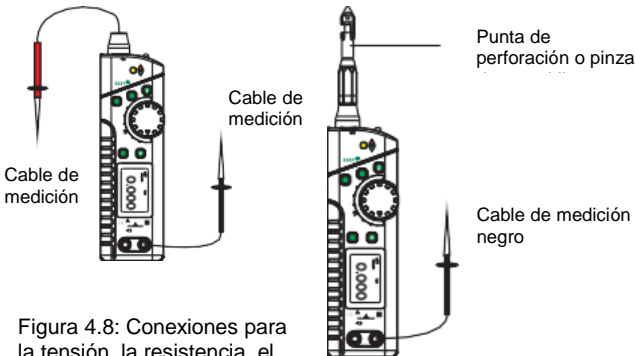

Figura 4.8: Conexiones para la tensión, la resistencia, el diodo y la continuidad.
(consulte la figura 4.8).
4.9.1 Conecte el cable de medición negro al conector COM y el cable de medición rojo, o bien fije el cable de medición al conector de ENTRADA DE TIPO PUNTA cuando sea necesario. (consulte la figura 4.8).
4.10.1 Conecte el cable de medición negro al conector COM y el cable de medición rojo, o bien fije el cable de medición al conector de ENTRADA DE TIPO PUNTA cuando sea necesario (consulte la figura 4.8).
4.11.1 Conecte el cable de medición negro al conector COM y el cable de medición rojo, o bien fije el cable de medición al conector de ENTRADA DE TIPO PUNTA cuando sea necesario (consulte la figura 4.8).
4.12.1 Conecte el cable de medición negro al conector COM y el cable de medición rojo, o bien fije el cable de medición al conector de ENTRADA DE TIPO PUNTA cuando sea necesario (consulte la figura 4.8).